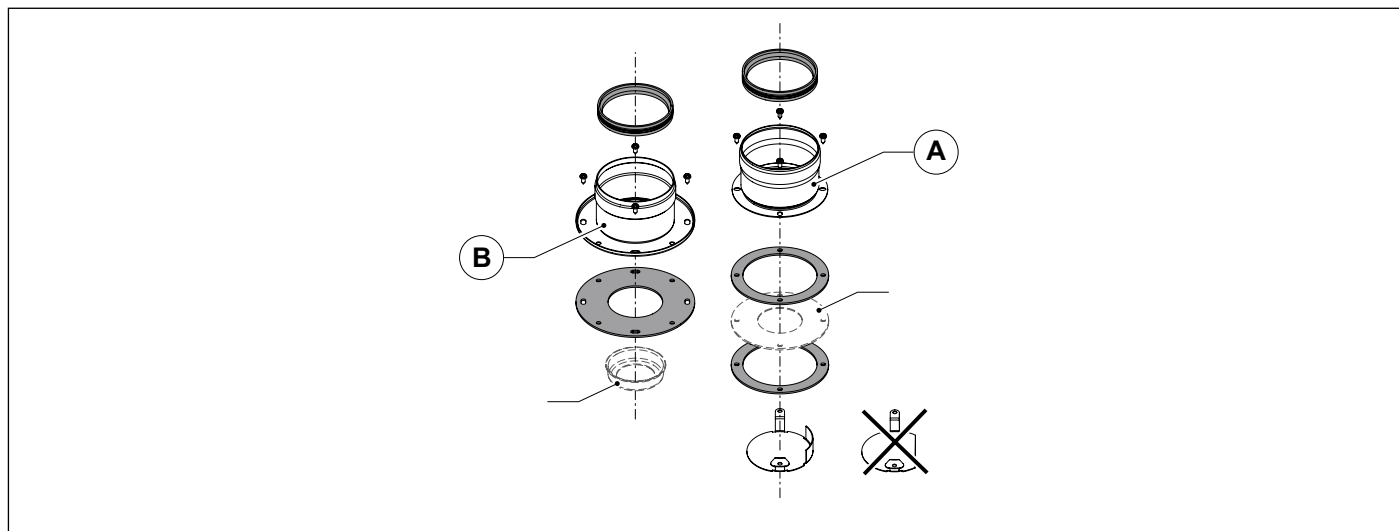

Рис. 13 0SDOPPIA13
- Смонтируйте соответствующий дефлектор воздуха (смотри Рис. 13 0SDOPPIA13).
- Смонтируйте соответствующий дефлектор воздуха (смотри Рис. 13 OSDOPPIA13).